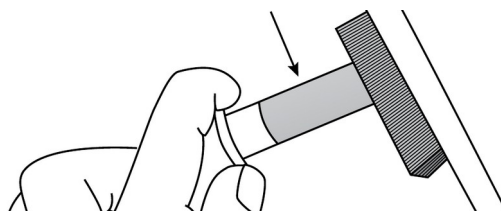

FIG. 9 — Limpieza del parachispas
- 2) Retire los dos tornillos de la placa de protección que retiene el extremo del parachispas en la salida del escape (10).
- 3) Extraiga la rejilla del parachispas (FIG. 9).